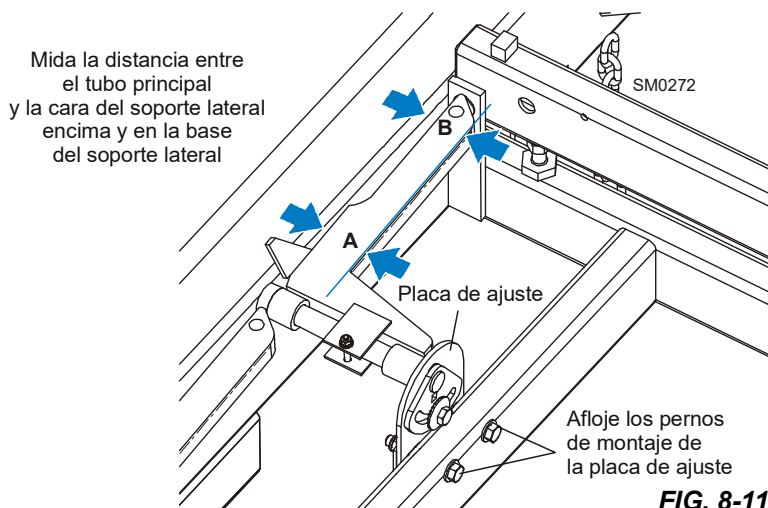

FIG. 8-11
5. Coloque los tubos de alineación perpendicular (Parte No. S12831 - se necesitan 2) a lo largo de los rieles de la bancada. See FIG. 8-11.